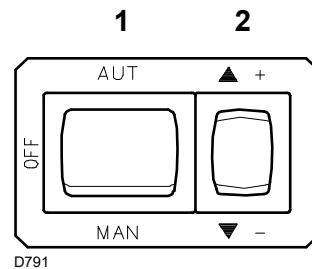
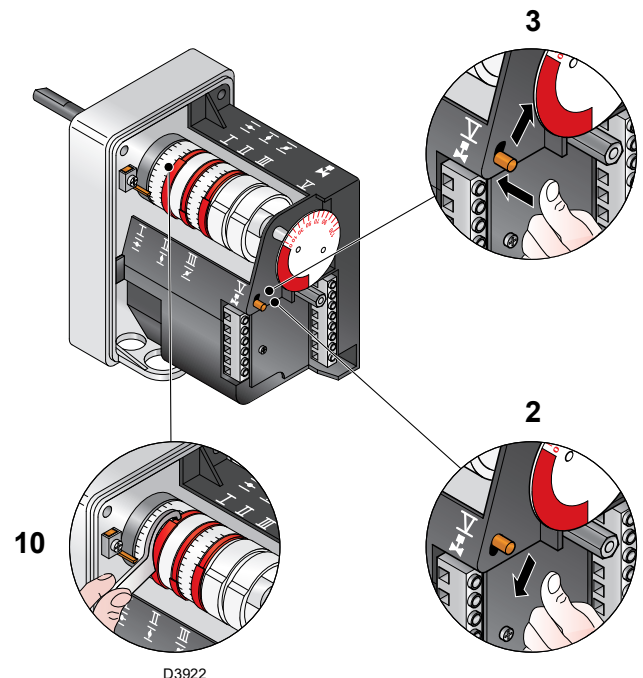

Abb. 27
Abb. 29
Die Höchstleistung ist im Regelbereich auf Seite 7 auszuwählen. In der vorhergehenden Beschreibung ist der Brenner auf der Mindestleistung in Betrieb geblieben. Nun auf die Taste 2)(Abb. 27) "Leistungssteigerung" drücken, bis der Stellantrieb gleichzeitig die Luftklappe und die Gasdrossel geöffnet hat.
Auf die Taste 2)(Abb. 27) "-" drücken, bis der Stellantrieb gleichzeitig die Luftklappe und die Gasdrossel auf 65° (werkseitig ausgeführt) geschlossen hat.
- Zur Abnahme den Nockenwinkel III (Abb. 29) mit kleinen Verstellungen progressiv reduzieren, d.h. vom Winkel 65° auf 63° - 61°....
- Zur Erhöhung auf die Taste 2)(Abb. 27) "+" leicht drücken (d.h. die Gasdrossel auf 10-15° öffnen), den Nockenwinkel III (Abb. 29) mit kleinen Verstellungen progressiv vergrößern, d.h. vom Winkel 65° auf 67° - 69°....
Auf die Taste 2)(Abb. 27) “+” leicht drücken, damit der Stellantrieb um etwa 15° dreht. Die Schrauben einstellen, bis eine optimale Verbrennung erreicht wird. Mit den anderen Schrauben gleich verfahren. Darauf achten, daß die Änderung des Nockenprofils progressiv ist.
Brenner durch Schalter 1)(Abb. 27), Stellung OFF, abschalten, den Nocken 4) durch Drücken und Verschieben nach rechts des Druckknopfs 3) vom Stellantrieb entsperren, und den Nocken 4) mehrmals von Hand vor- und zurückdrehen.